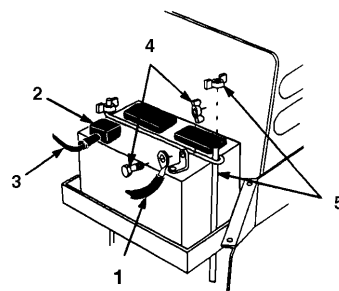

Figure 37
3. Togliete le fiancate per rimuovere la batteria (Fig. 37). Togliete i galletti e le viti, e sollevate senza toccare la spina, estraendo le lunette dei pannelli dal complessivo dello sterzo.
4. Staccate il conduttore negativo di terra (nero) dal polo della batteria (Fig. 37).
5. Sollevate la guaina di gomma del conduttore positivo (rosso) e staccate quest'ultimo dal polo della batteria (Fig. 37).
6. Rimuovete i tondini di fissaggio della batteria (Fig. 37).
10. Con il bullone ed il galletto collegate il conduttore negativo (nero) al polo negativo (-) della batteria (Fig. 37).